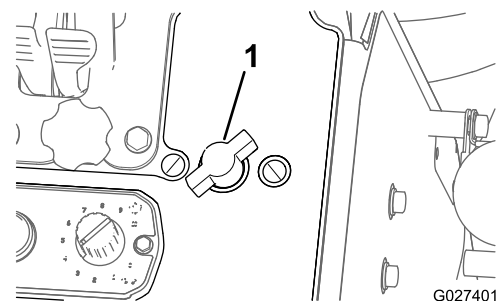

Figure 49
- Pour accroître la pression de la pompe à l'applicateur manuel, tournez la commande de pression de l'applicateur dans le sens antihoraire (Figure 49).
- Pour réduire la pression à l'applicateur manuel, tournez la commande dans le sens horaire (Figure 49).
- Pour couper la pression à l'applicateur, tournez la commande de pression dans le sens horaire jusqu'à ce que la vanne de la commande soit fermée (Figure 49).
6. Tournez la commande de pression de l'applicateur manuel dans le sens horaire à la position ARRÊT (Figure 49).